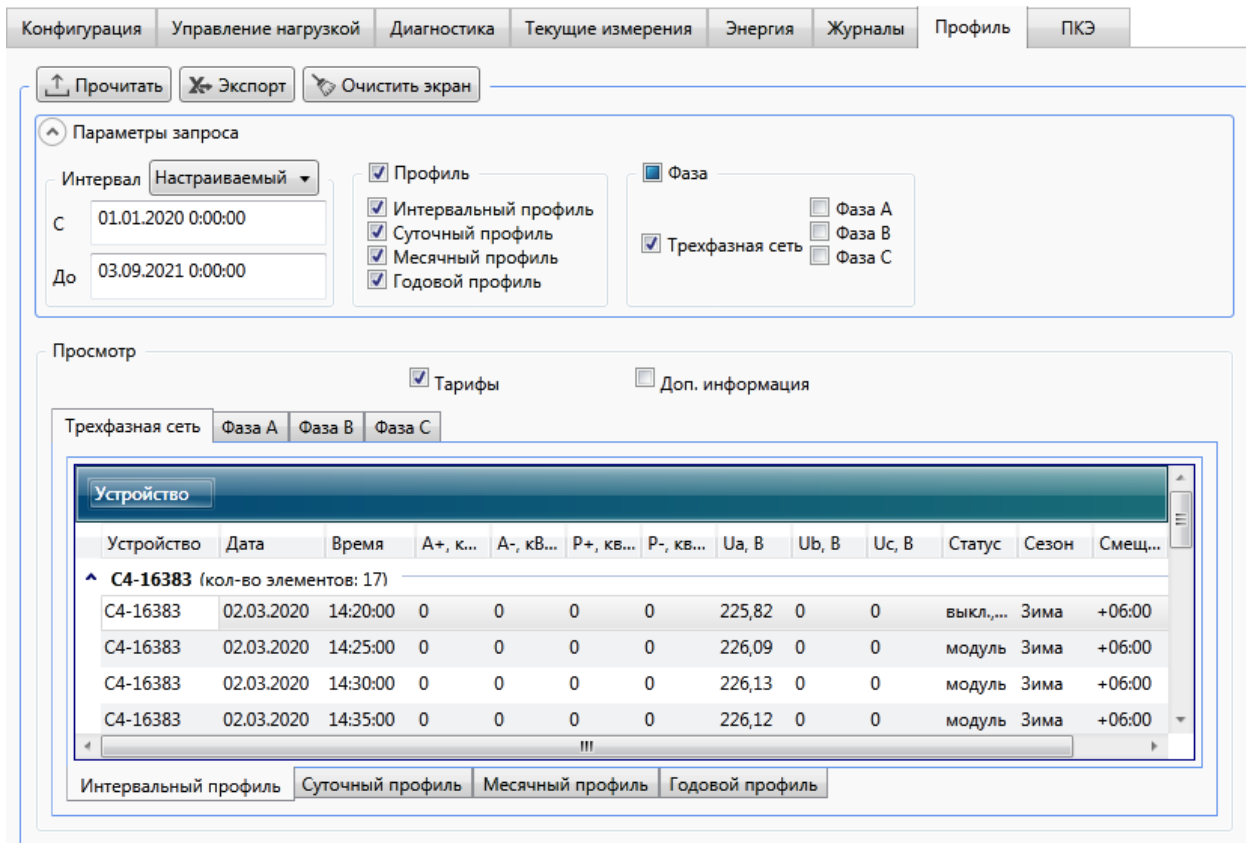

Рисунок 9.47 – Просмотр профилей электроэнергии
9.6.4.1 Для просмотра профилей электроэнергии необходимо перейти на вкладку *Профиль* области параметров программы КОНФИГУРАТОР (рисунок 9.47).